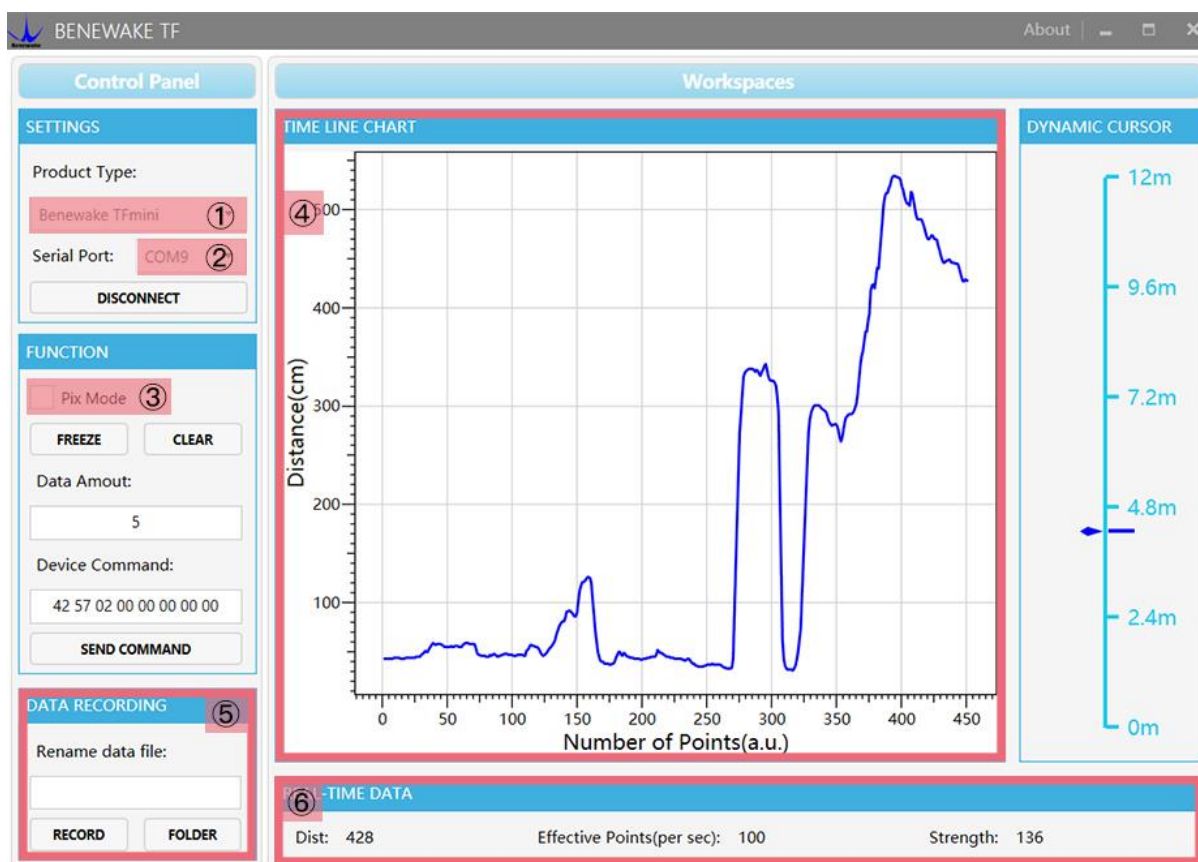

图 7 上位机界面及显示
如图 7，打开 TF 上位机，选择『① Benewake TFmini』，并选择自动识别的占用串口（这里是『② COM9』）。